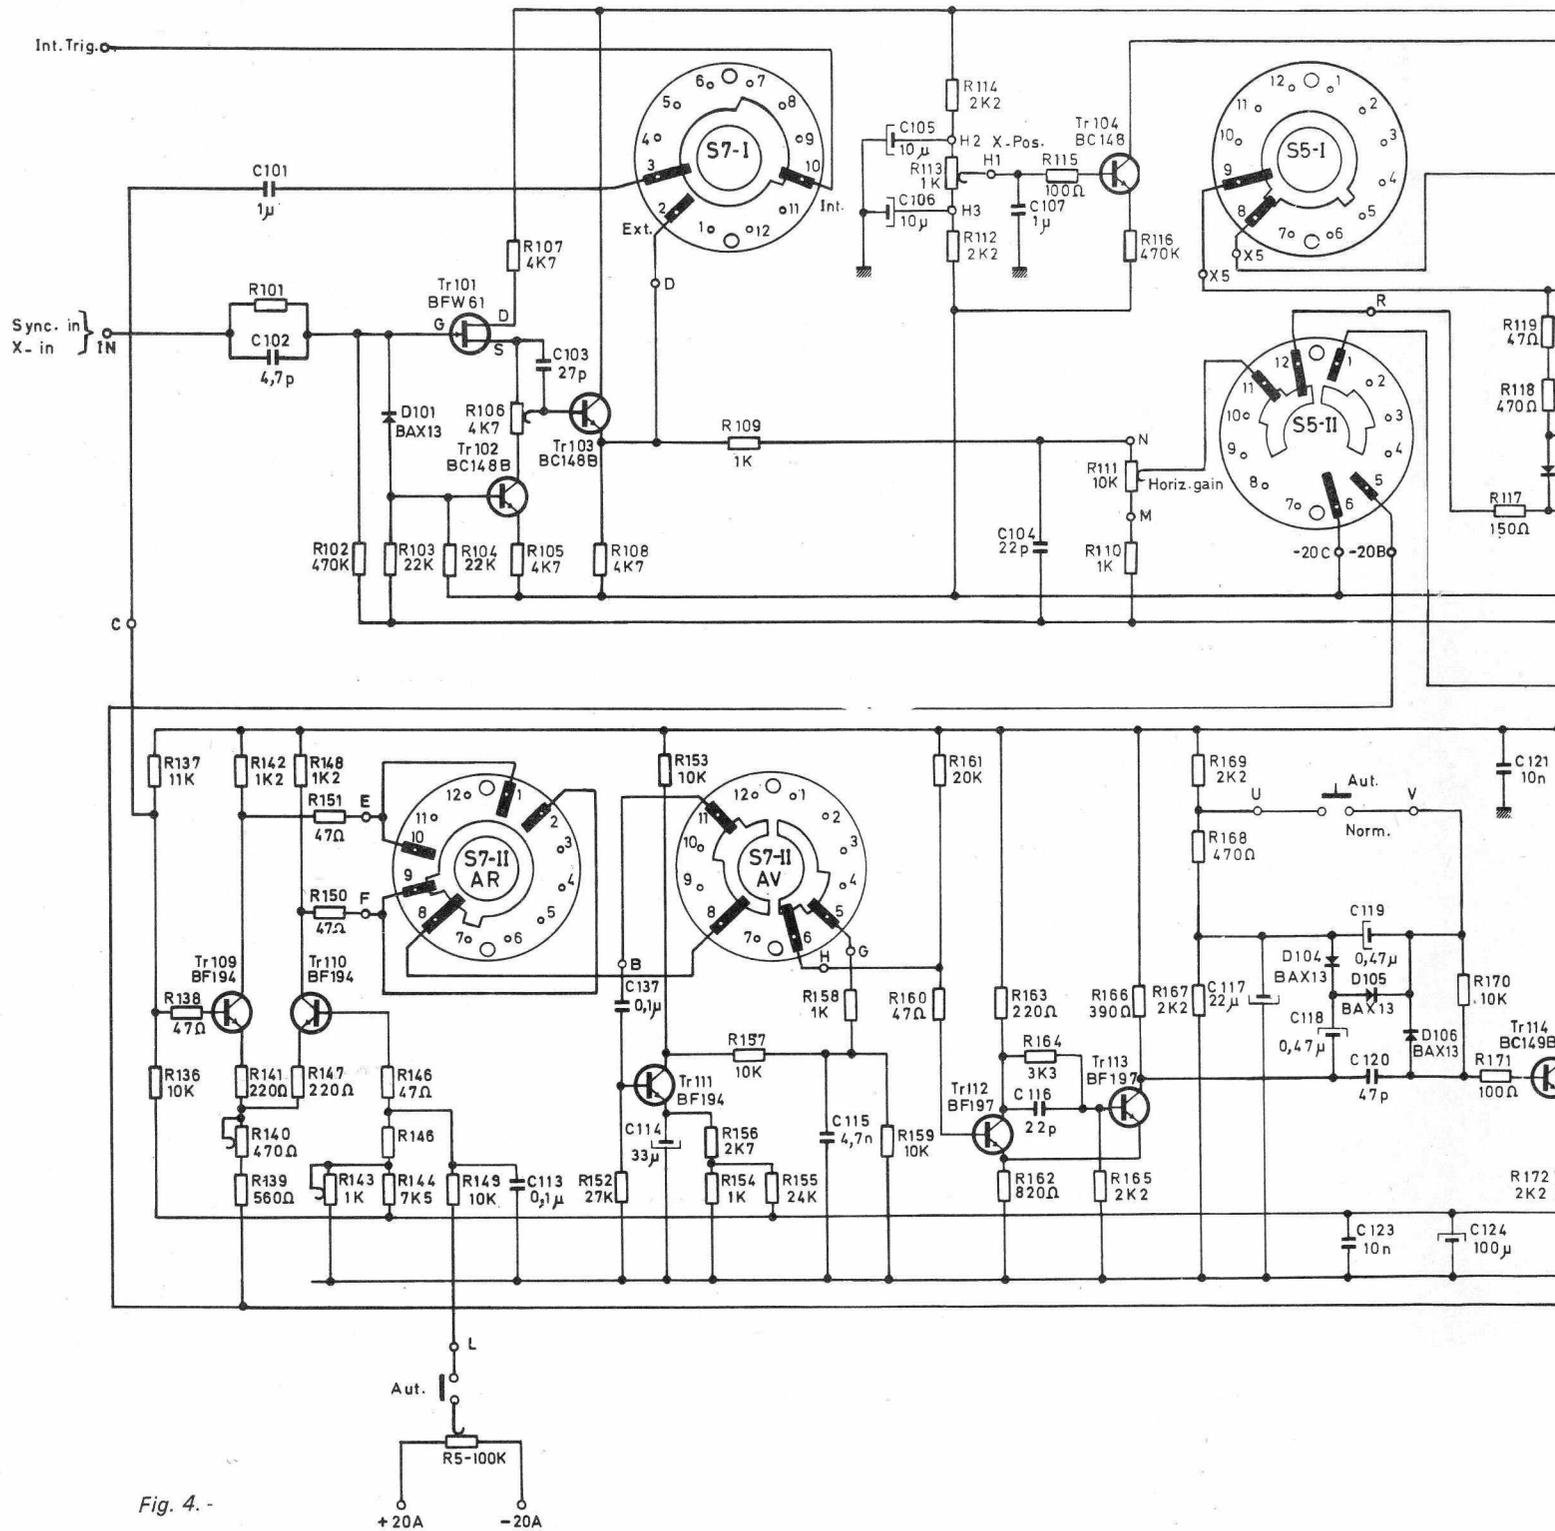

Fig. 4. -
2. — LA VOIE HORIZONTALE ET LA BASE DE TEMPS : (fig. 4).